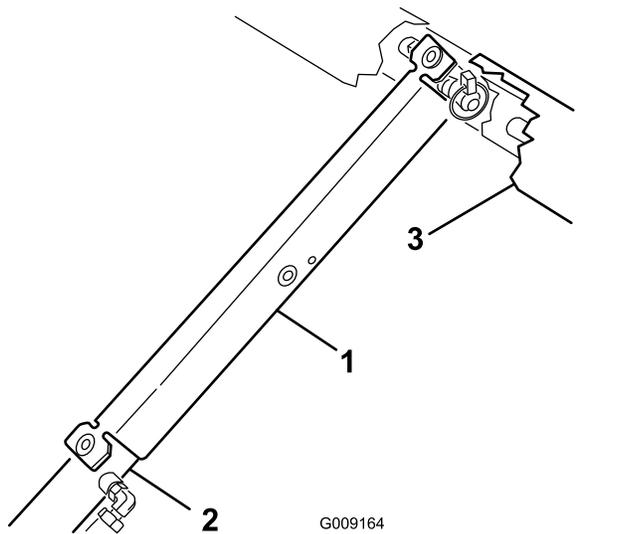

Рисунок 89
8. Поместите опору кузова на шток гидроцилиндра, проследив, чтобы концевые лепестки опоры опирались на торец корпуса гидроцилиндра и на торец штока гидроцилиндра подъема (Рисунок 89).